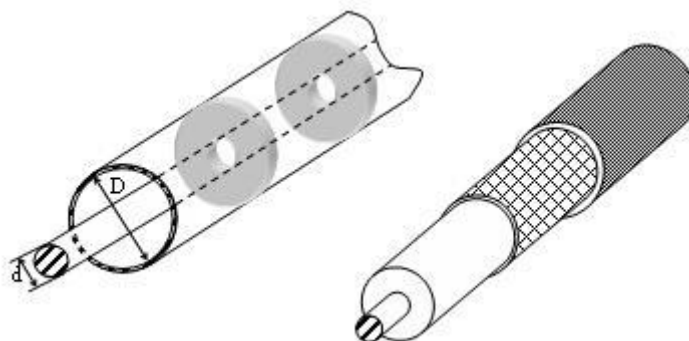

Рис. 1.1. Коаксіальні лінії передачі
1.3.1. Коаксіальні лінії передачі. Вони являють собою два співвісних коаксіальних провідника заданих розмірів, центровані шайбами або суцільним діелектричним заповненням (рис. 1.1).